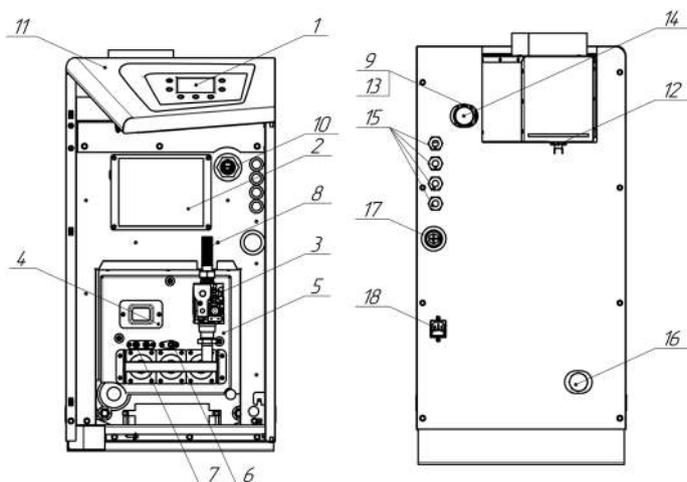

Рис. 1. Конструкция котла
5.1. Котел оснащен секционным чугунным теплообменником с оребренной поверхностью. В нижней части котла, в проеме топочной камеры, установлено газогорелочное устройство с органами управления. В верхней части котла находится газоотводящий патрубок для удаления продуктов сгорания из топки. На задней поверхности котла расположены резьбовые патрубки, с помощью которых котел подключается к системе отопления. Регулирование и поддержание заданной температуры обеспечивается терморегулятором, модулирующим пламя основной горелки. Регулирование и поддержание заданной температуры обеспечивается блоком управления (см. рис. 1).